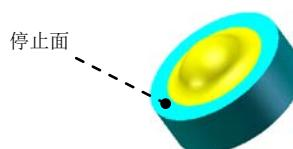

图 15.2.8 成形工具 1
Step5. 创建图 15.2.8 所示的零件特征——成形工具 1。
(1) 选择命令。选择下拉菜单 **插入(I)** → **钣金(O)** → **成形工具** 命令。
(2) 定义成形工具属性。激活“成形工具”对话框的 **停止面** 区域，选取图 15.2.8 所示的模型表面为成形工具的停止面。
(3) 单击 按钮，完成成形工具 1 的创建。